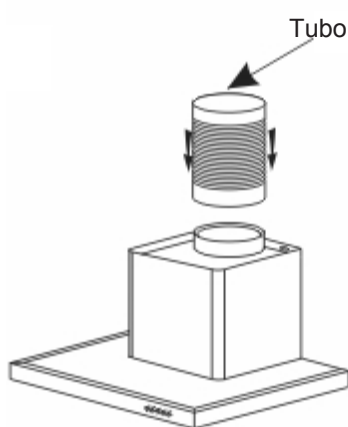

fig. 5
- Enrosque la funda extensible (no incluida) para evacuación sobre la salida del motor sin obstaculizar los movimientos de la válvula de retención.(fig. 5)
- Conecte la funda a la salida del aire hacia el exterior (fig. 5)